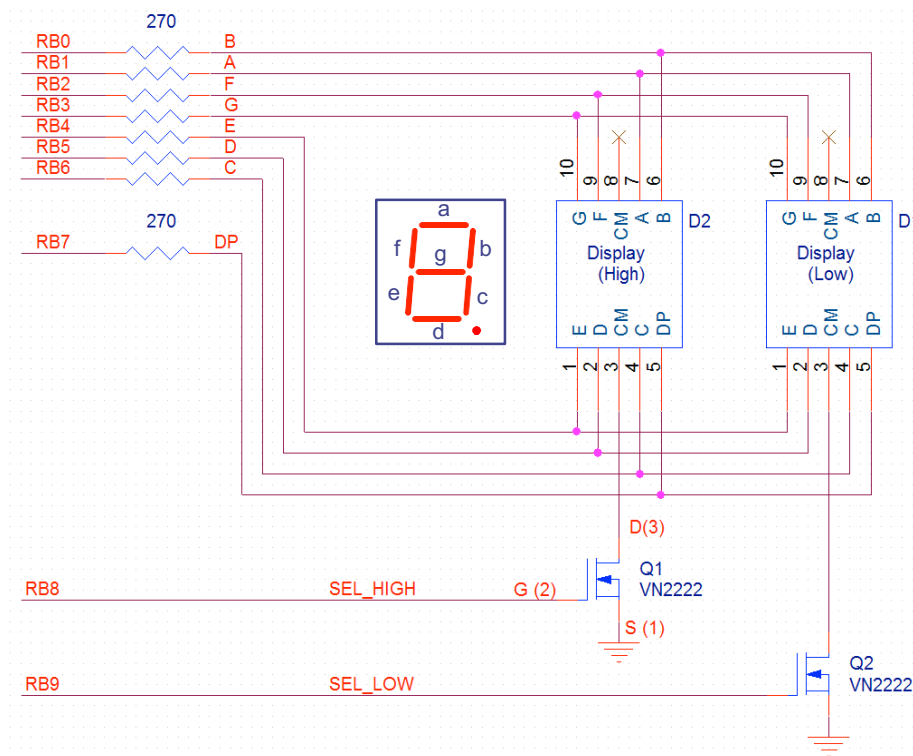

Figura 6. Ligação de dois *displays* de 7 segmentos ao porto B do PIC32.
2. Monte os 2 *displays* de 7 segmentos e os dois transístores, de acordo com o esquema da Figura 6 (mantenha os LEDs montados na aula anterior). Verifique no *datasheet* do *display* de 7 segmentos (disponível no site de AC2) qual a correspondência entre cada segmento e o respetivo pino físico. Para o transístor, verifique quais os pinos físicos correspondentes à *gate* (G), *drain* (D) e *source* (S) (note que a montagem incorrecta deste componente impede, ou limita, o correto funcionamento do circuito de visualização).